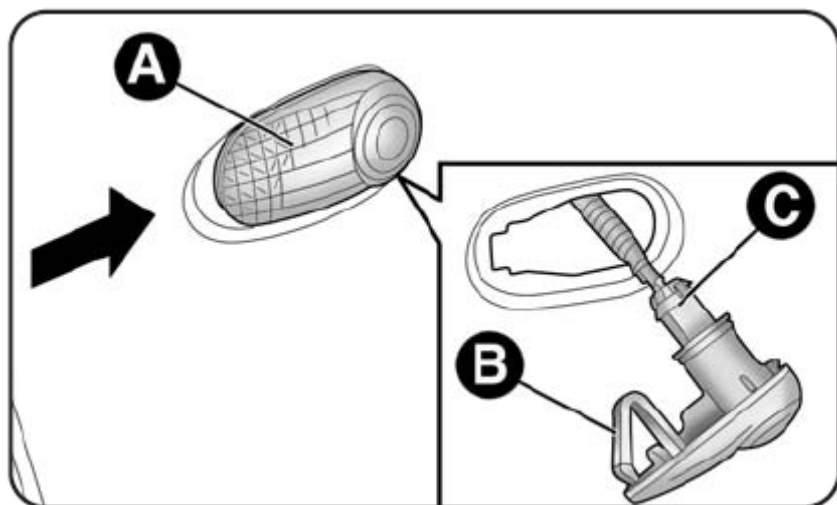

Рис. 26
- Рукой нажмите на рассеиватель **A** - рис.26 , чтобы сжать пружинный фиксатор **B**, и извлеките блок фары;